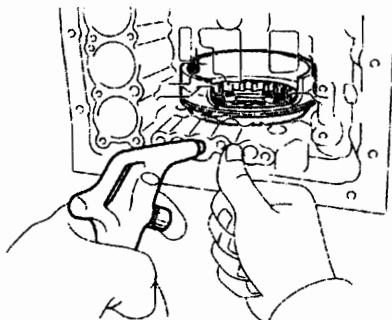

图 12-1-66
(69) 拆下 1 挡和倒挡制动活塞。如图 12-1-66 所示, 固定住 2 号制动活塞并向变速器壳中吹入 392kPa 压缩空气, 以便拆下 2 号制动活塞。从 2 号制动活塞上拆下 O 形圈。注意: 若活塞没有被吹出, 则用尖嘴钳夹出。